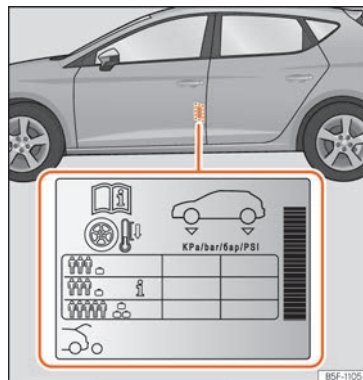

Fig. 323 Ubicación del adhesivo de la presión de inflado de los neumáticos.
- Adapte la presión de los neumáticos a la carga que lleva el vehículo »» fig. 323.
Los valores de la presión de inflado se indican en la etiqueta adhesiva situada en la zona posterior del marco de la puerta delantera izquierda »» fig. 323.
carga para aumentar el confort de marcha (presión de inflado **i** »» fig. 323). Cuando se circula con la presión de inflado de confort, puede incrementarse ligeramente el consumo de combustible.
La presión de los neumáticos se debe adaptar a la carga actual del vehículo. Si el vehículo va a ir cargado al máximo, debe aumentar la presión de inflado al valor máximo de carga indicado en la etiqueta adhesiva »» fig. 323.
En el caso de una rueda de emergencia mini-mizada [125/70 R16 o 125/70 R18], inflar a 4,2 bar de presión según se indica en la etiqueta de presión de los neumáticos »» fig. 323.
- El conductor es responsable de que todos los neumáticos del vehículo estén inflados a la presión correcta. La presión de inflado recomendada viene indicada en un adhesivo »» fig. 323.
- Con los neumáticos en frío, deberá mantenerse siempre la presión indicada en el adhesivo »» fig. 323.